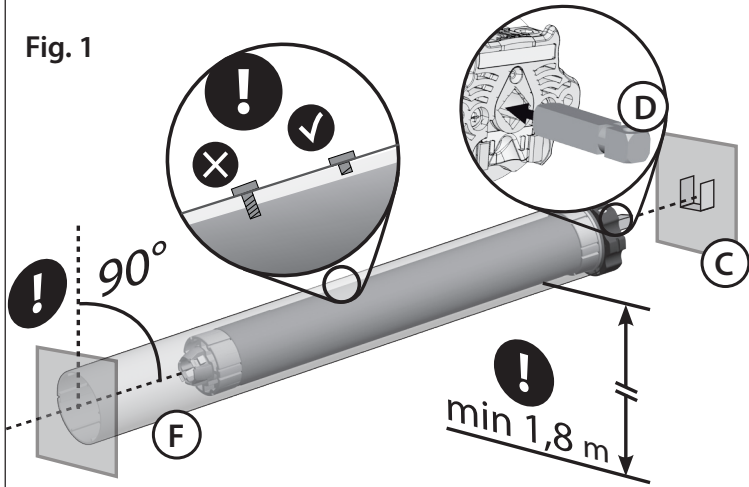
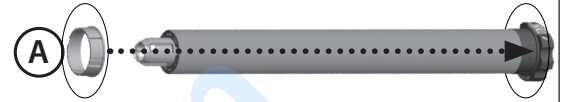

Fig. 1.1
Fig. 1.2
- Applicare gli adattatori sul motoriduttore distinguendo la corona finecorsa (Fig.1.1A) dalla puleggia motrice (Fig. 1.2 B).
- Lapiastradisostegno del motoriduttore (C) va fissata all'interno del cassonettoo sull'armatura della tenda in modo che il rullo avvolgitore (F) sia perfettamente in orizzontale ed ad un'altezza non inferiore a 1,8m.
- Fix the adaptors to the motor distinguishing the limits ring (Fig. 1.1 A) from the drive pulley (Fig. 1.2 B).
- The fixing bracket (C) must be fixed inside the box or on the awning frame so that the roller tube (F) is perfectly horizontal and at a height not less than 1,8m.
- Insert the motor (E) into the tube (F) until its end stops against the limits ring.
- [For XQ50] Place the motor square pin (D) on the bracket (C) and the cap at the opposite end of the tube on the fixing plate.